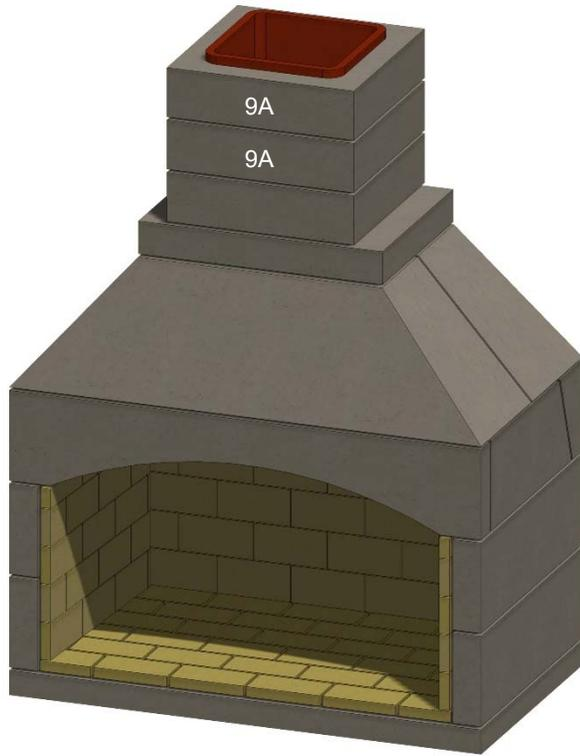

Figure 22. Cheminée complète
O. Installez les autres sections de cheminée (9A) en les enrobant complètement de mortier et en comblant l'espace entre les tuiles d'argile de chaque section. Pargiez les joints pour créer une transition douce entre chaque section de cheminée. Remarquez que si une tuile est ébréchée ou légèrement hors d'équerre, elle peut être utilisée à condition que les joints soient remplis et lissés avec du mortier haute température. Voir la figure 22.